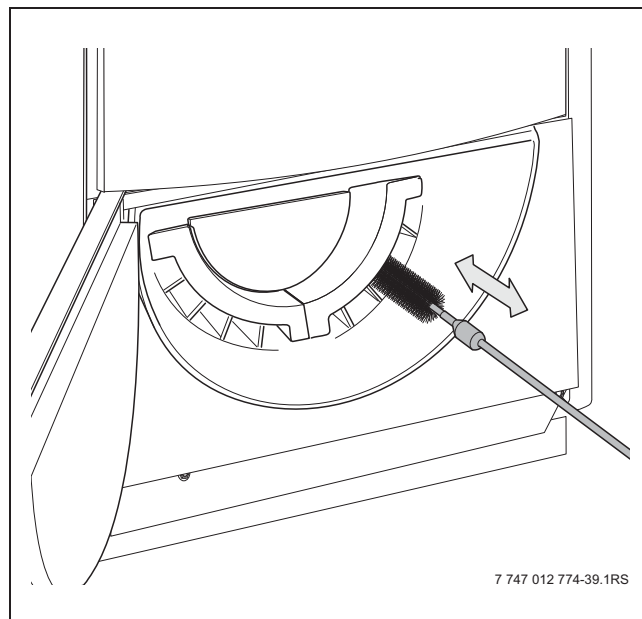

Figura 30 Curățarea nervurilor de metal
- Se curăță cenușa acumulată între nervurile de metal ale podelei camerei de ardere cu ajutorul periei (-> figura 30).